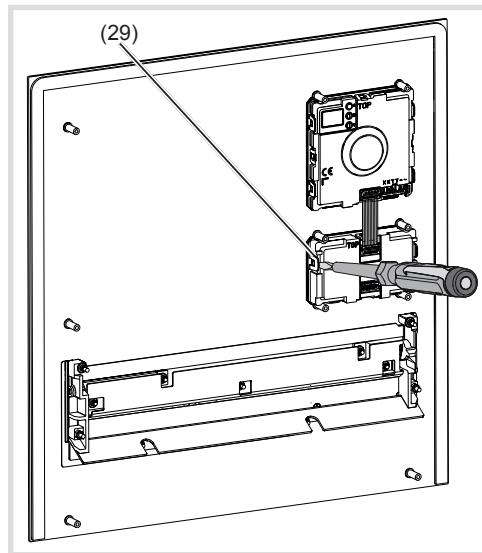

Bild 19: Rufaster-Modul Einsatz entriegeln
- (27) Schrauben
- (28) Modul-Halterung
- Zur Modul-Entnahme die seitlichen Haltetaschen (29) der Modul-Halterung durch vorsichtiges Hebeln mit einem Schraubendreher entriegeln (Bild 19).